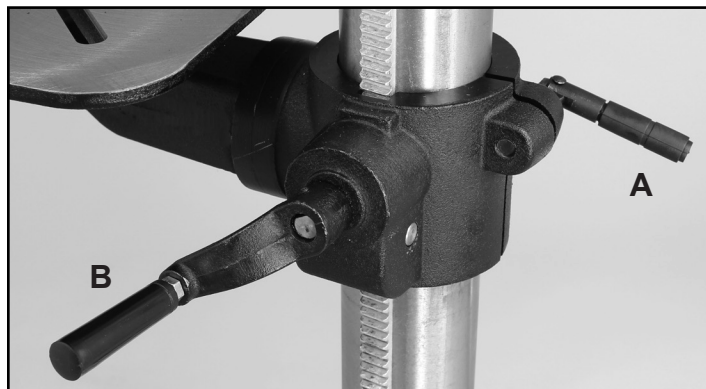

FIG. 13
1. À RAISE OU LOWER THE TABLE le long de la colonne, la poignée de verrouillage (#9) doit être desserrée. FIG. 13, A.